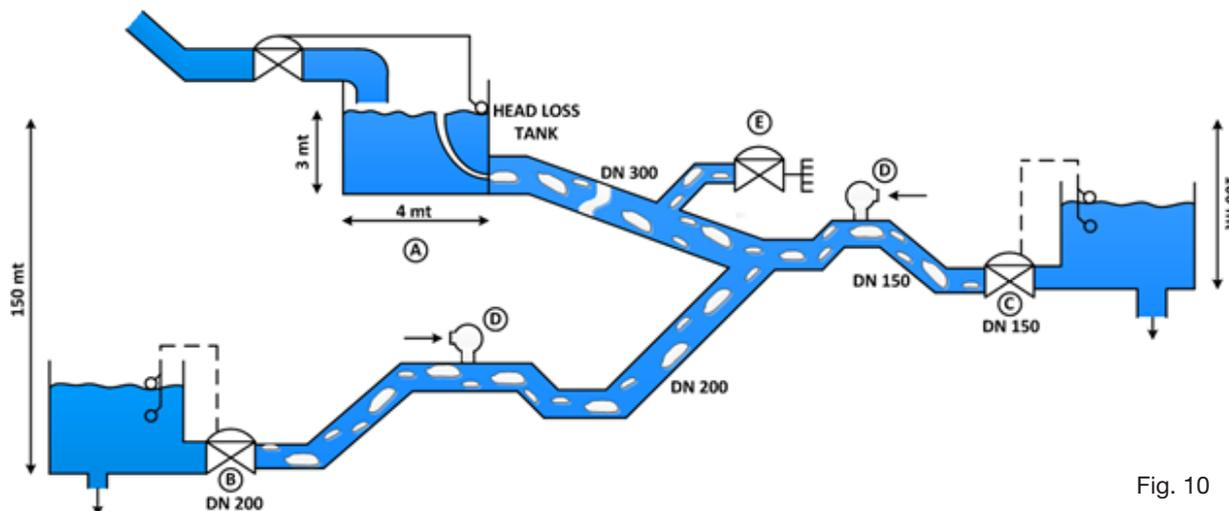

Fig. 10
A Fig. 10 mostra um exemplo de um sistema de distribuição de água com válvulas de controlo de nível on/off incorretamente dimensionado em reservatórios de superfície livre.
1) Dimensionar corretamente as válvulas com cilindros anticavitação para limitar a velocidade máxima a 2m/s: Válvula DN80 de passagem total (Exemplo: Válvula C do sistema mostrado na Fig.10)
2) Dimensionar corretamente uma válvula standard com um sistema piloto especial e dimensionar corretamente um difusor para limitar a velocidade máxima a 2 m/s: Válvula DN80 de passagem reduzida (Exemplo: Válvula C no sistema mostrado na Fig.10)